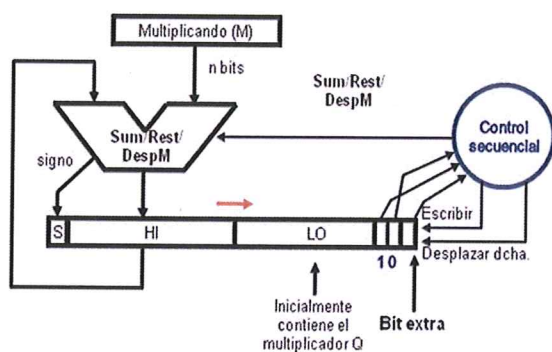

Figura 4
5. (1 punto) Se dispone de un circuito multiplicador secuencial con **recodificación por parejas de bits** para números enteros de 32 bits tal y como se muestra en la figura 4. Supóngase que el retardo de las diferentes operaciones involucradas en la multiplicación es el que se indica en la tabla posterior: